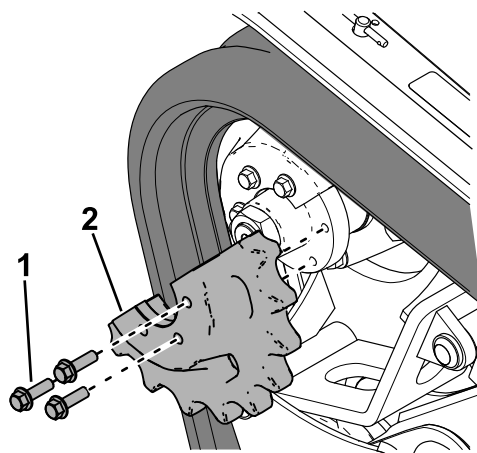

Figure 62
19. Appliquez du frein-filet sur les boulons du demi-pignon d'entraînement que vous avez retiré et posez le demi-pignon (Figure 62). Serrez les boulons à un couple de 95 à 115 N·m (70 à 85 pi-lb).